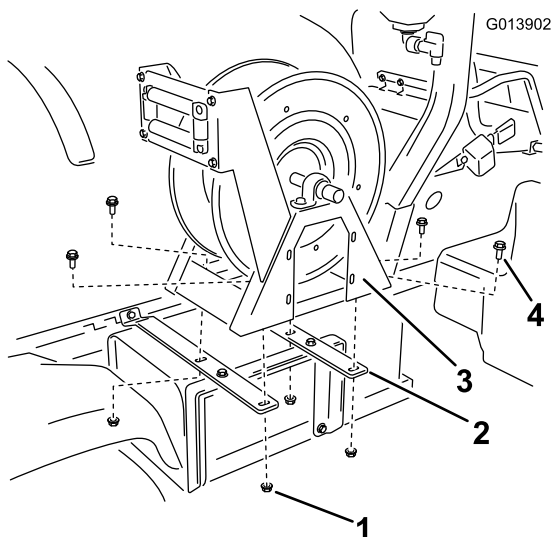

Figura 10
5. Fixe o conjunto da bobina de tubagem às cintas da bobina de tubagem (Figura 10) utilizando 4 pernos